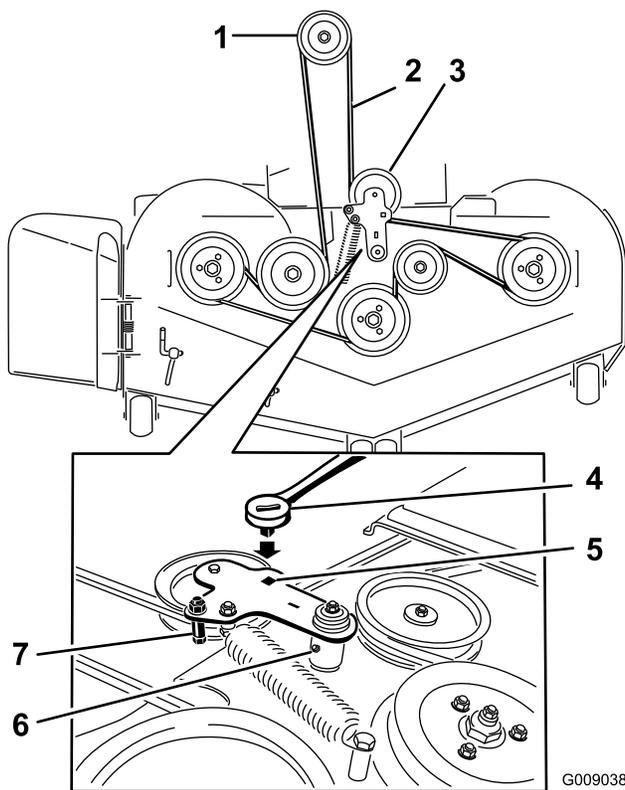

Figure 84
- Insérez un rochet dans le trou carré du bras de la poulie de tension pour détendre le ressort de la poulie de tension (Figure 84).
- Enlevez le guide de courroie situé sur le bras de la poulie de tension rappelé par ressort (Figure 84).
- Acheminez la courroie neuve autour des poulies du plateau de coupe et de la poulie d'embrayage, sous le moteur (Figure 84).
- Montez le guide de courroie sur le bras de la poulie de tension (Figure 84).
- Insérez le rochet dans le trou carré et montez le ressort de la poulie de tension (Figure 84).